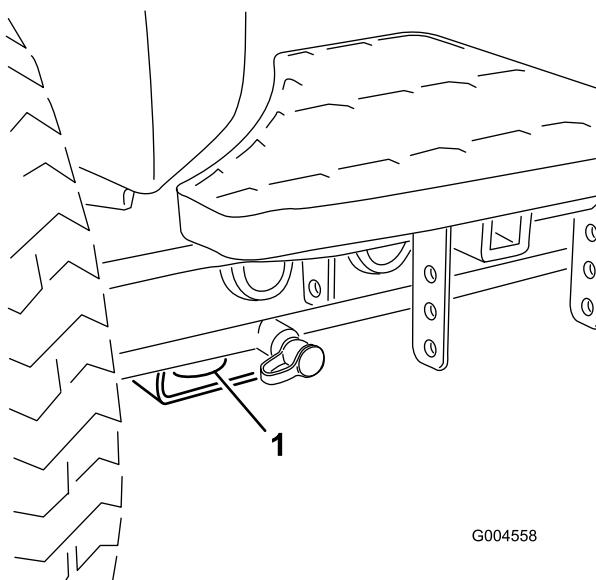

Figura 39
- Delantero – el orificio del bloque rectangular, debajo del tubo del eje, al interior de cada rueda delantera (Figura 39).